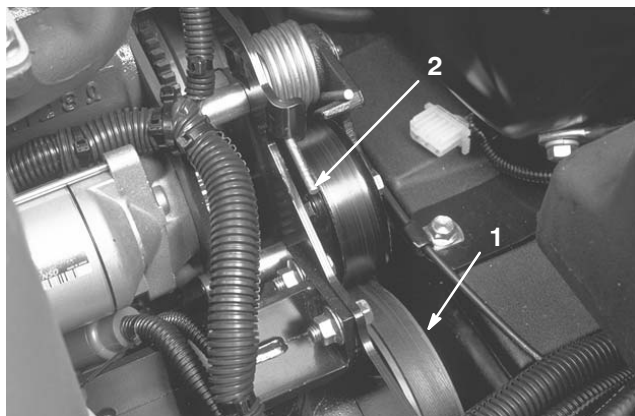

Figure 46
2. Appuyez sur l'extrémité du ressort (Fig. 46) et poussez-la vers l'avant pour décrocher le ressort du support et le détendre.